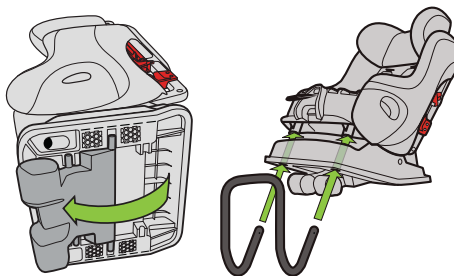

Figure 41
- Tournez le bord du pied d'inclinaison en position orientée vers l'arrière en tirant sur le bord de le pied d'inclinaison et en le tournant vers l'avant du siège jusqu'à ce qu'il se bloque, tel qu'illustré dans la **Figure 41**.